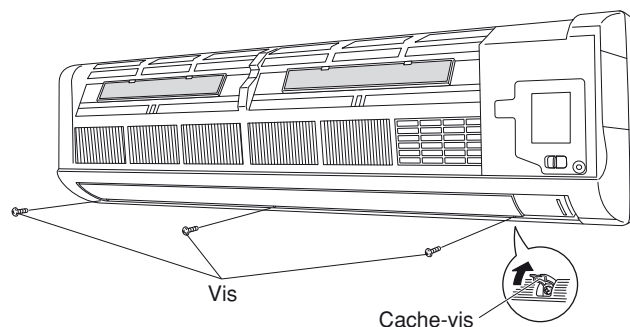

Fig. 17-2
- (2) Déposer également les 3 vis où sont ouverts les caches de vis. (Fig. 17-2)